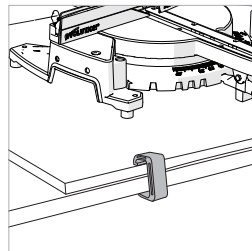

Fig. 2
- Utilice abrazaderas-G para fijar el tablero de montaje a la superficie de trabajo. **(Fig. 2)**